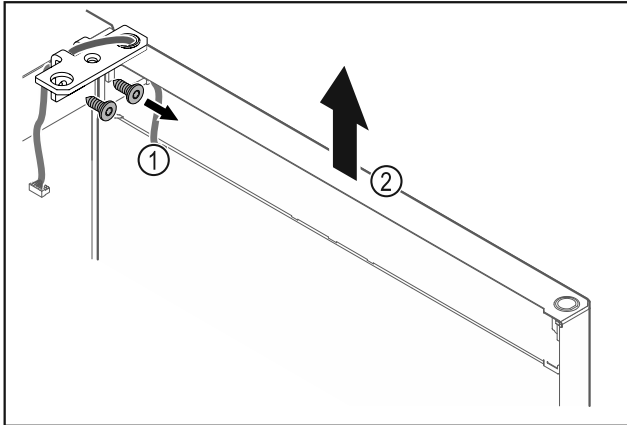

Fig. 20
- ▶ Odkręcić zawias Fig. 20 (1).
- ▶ Drzwi wraz z zawiasem należy podnieść prosto do góry o ok. Fig. 20 (2) circa 200 mm i zdjąć.